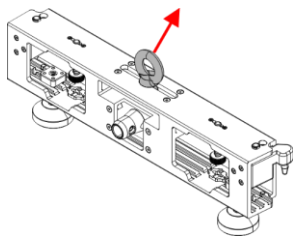

Fig. 39
- 01) Extraiga la(s) **anilla(s) para rigging (04)** de la parte superior del dispositivo como se indica en la Fig. 39.